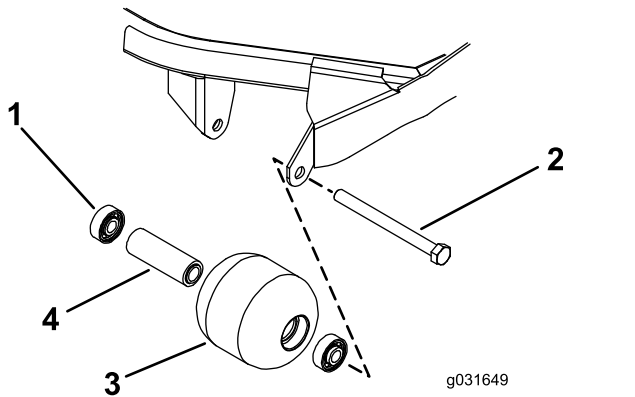

Figura 69
1. Retire o parafuso de montagem do rolo (Figura 69).
4. Verifique se a estrutura dos rolamentos, os rolamentos e o espaçador de rolamentos estão danificados (Figura 69).
1. Empurre só a calha externa ou, então, exerça o mesmo tipo de pressão nas calhas interna e externa, e empurre o primeiro rolamento para a estrutura do rolamento (Figura 69).
2. Coloque o espaçador (Figura 69)
externa, e empurre o segundo rolamento para a estrutura do rolamento até entrar em contacto com o espaçador (Figura 69).